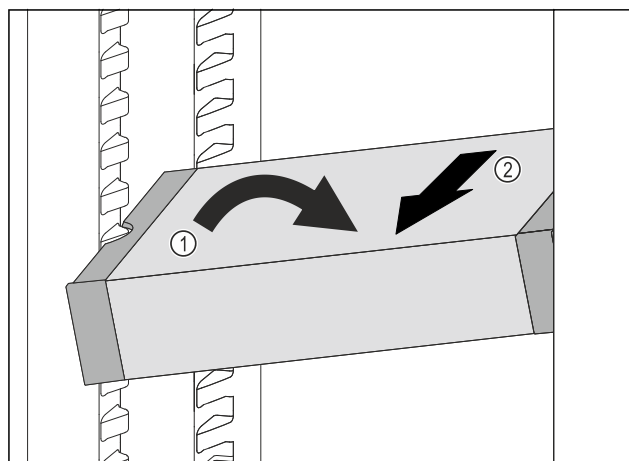

Fig. 128
- Fig. 128 (1)
- Sortir le tiroir VarioSafe par l'avant. Fig. 128 (2)